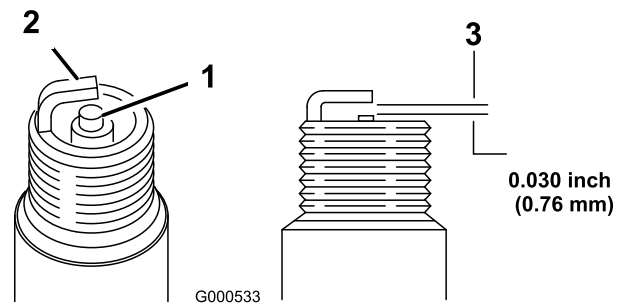

Figure 30
11. Réglez l'écartement des électrodes à 0,76 mm (0,030 po), comme montré à la Figure 30.